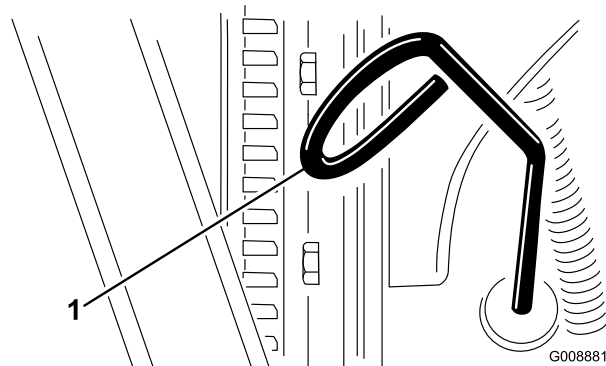

図 24
2. ディップスティック 図 24 を抜きウェスで一度きれいに拭く。